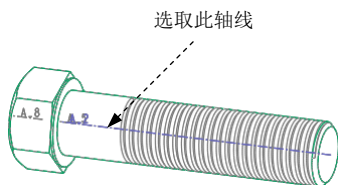
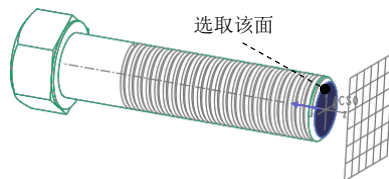

图 4.2.21 选取螺纹参考
图 4.2.22 定义起始面
Step4. 在“螺纹铣削”操控板中 **参考** 下拉列表中选择 **(外部)** 选项, 然后单击 **参考** 按钮, 在弹出的“参考”设置界面中单击 **螺纹** 列表框, 然后选取图 4.2.21 所示的轴线; 单击 **起始** 下拉列表右侧的 **选择** 按钮, 在弹出的菜单中选择 **选择** 选项, 然后选取图 4.2.22 所示的曲面 1 作为起始曲面, 单击 **终止** 下拉列表右侧的 **选择** 按钮, 在弹出的菜单中选择 **选择** 选项, 然后在其后的文本框中输入数值 45.0。